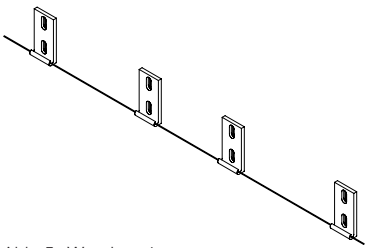
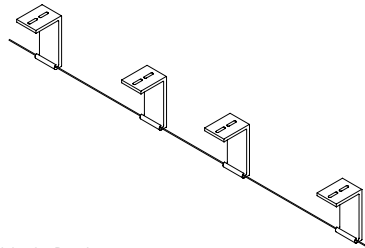

Abb. 5: Wandmontage
Abb. 6: Deckenmontage
- » Richten Sie die Montagekonsolen (Abb. 5: Wandmontage, Abb. 6: Deckenmontage) in Höhe und Tiefe mit einer Richtschnur aus.